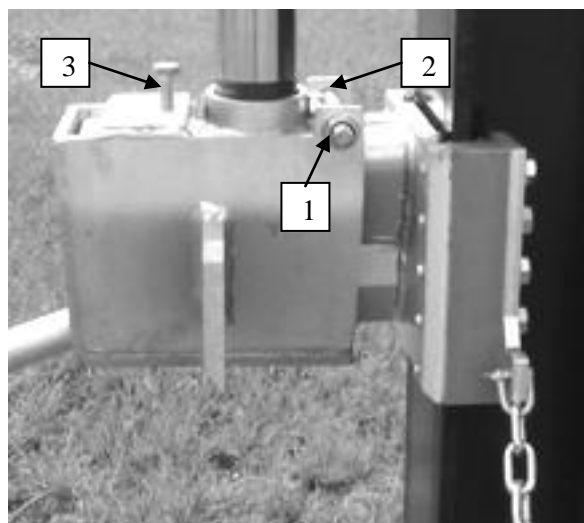

Bild 12
Vor der Montage des Spaltkreuzes (Bild 12):
- das Spaltkreuz auf den Spaltkeil anbringen (Bild 12),
- die Schraube (2) einsetzen und die Mutter festziehen (1) so, dass die Schraube die Abnahme des Spaltkreuzes verhindert,
- die Stellung des Spaltkreuzes mit der Schraube (3) sichern.